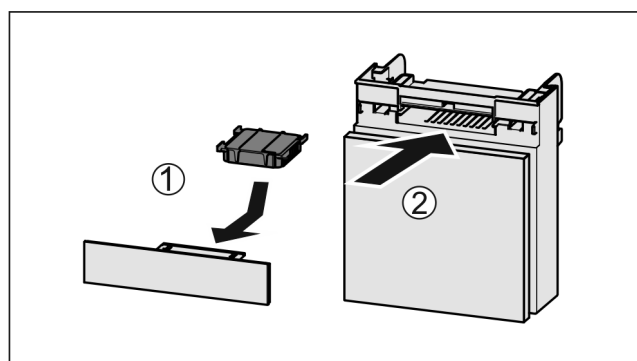

Fig. 201
- ▶ Umetnite filter s aktivnim ugljenom kao što je prikazano na slici Fig. 201 (1).
- ▶ Umetnite pretinac Fig. 201 (2).